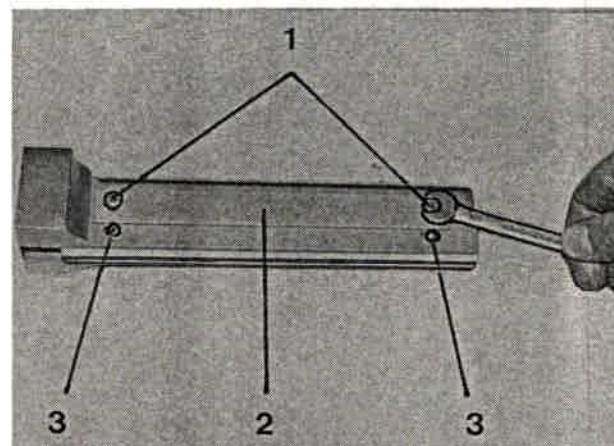

Bild 261
3. Sechskantschrauben (Bild 261/1) lösen, Sicherungsblech (Bild 261/2) zurückschieben und Bolzen (Bild 261/3) austreiben.